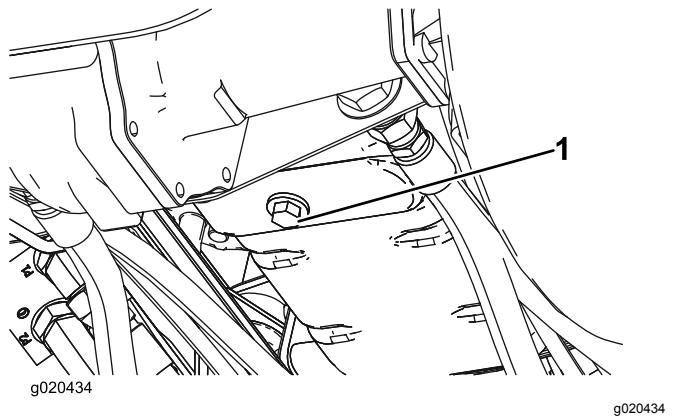

Bild 54
- Entfernen Sie die Ablässschraube (Bild 54) und lassen Sie das Öl in die Auffangwanne ab. Schrauben Sie die Ablässschraube wieder ein, nachdem das Öl abgelaufen ist.